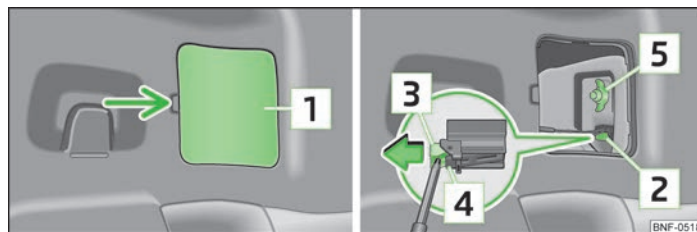

Bild 126 Demontera bakljuset
- Lossa skyddet **1** » bild 126, skjut in skruvmejseln » sidan 119, Verktygssats under låsets underkant **3** och dra låset på kontakten **2** i pilens riktning.